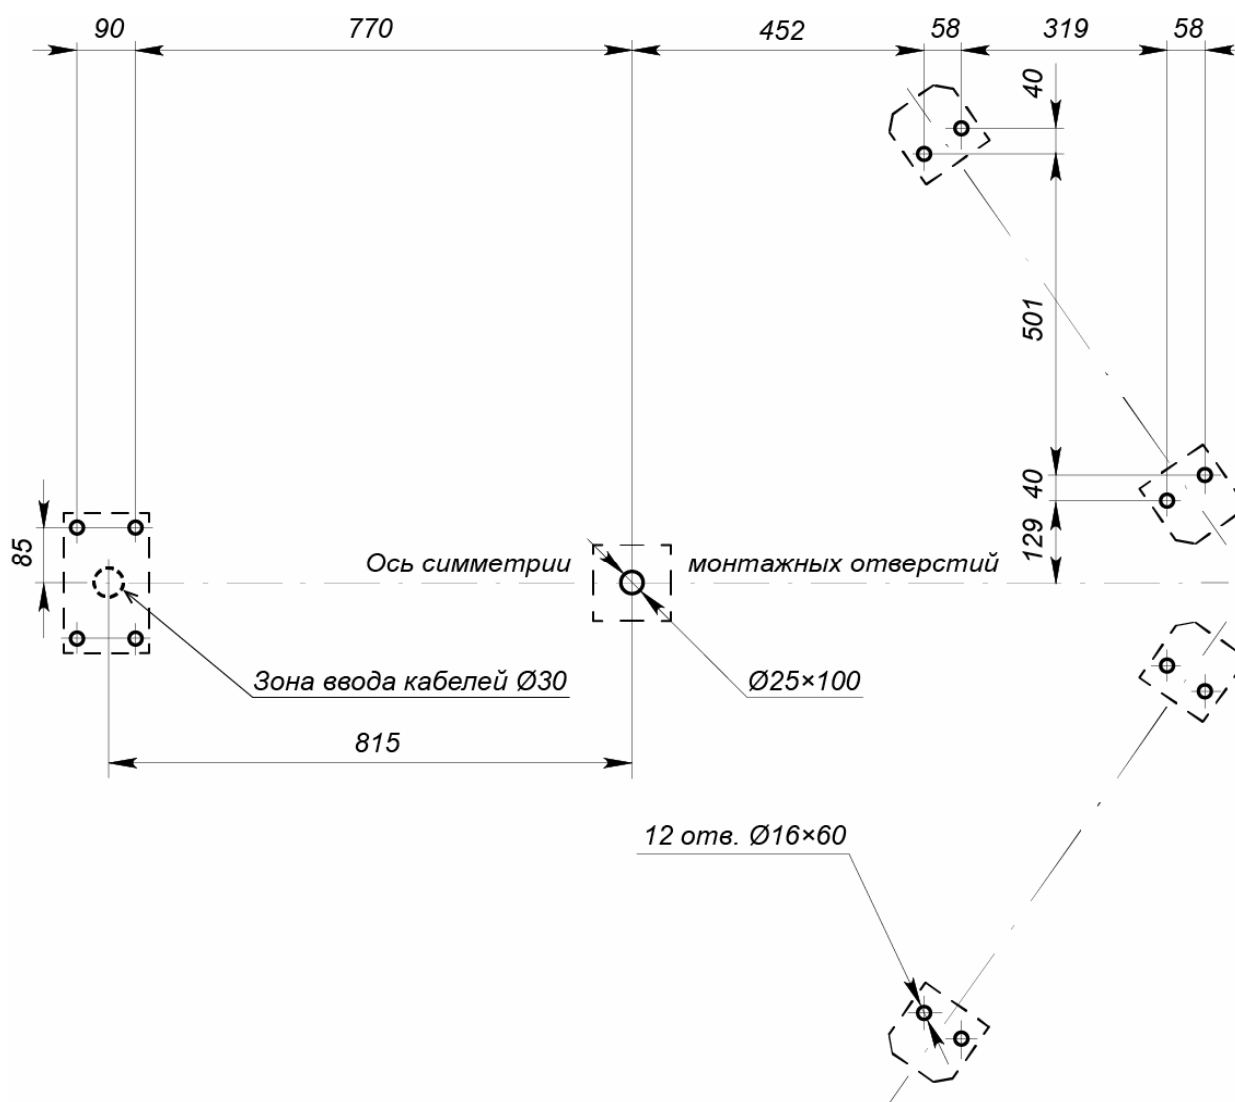
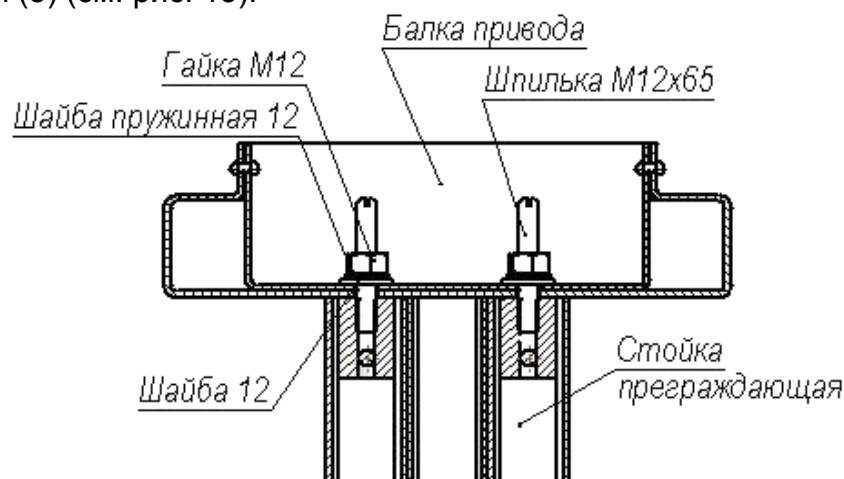
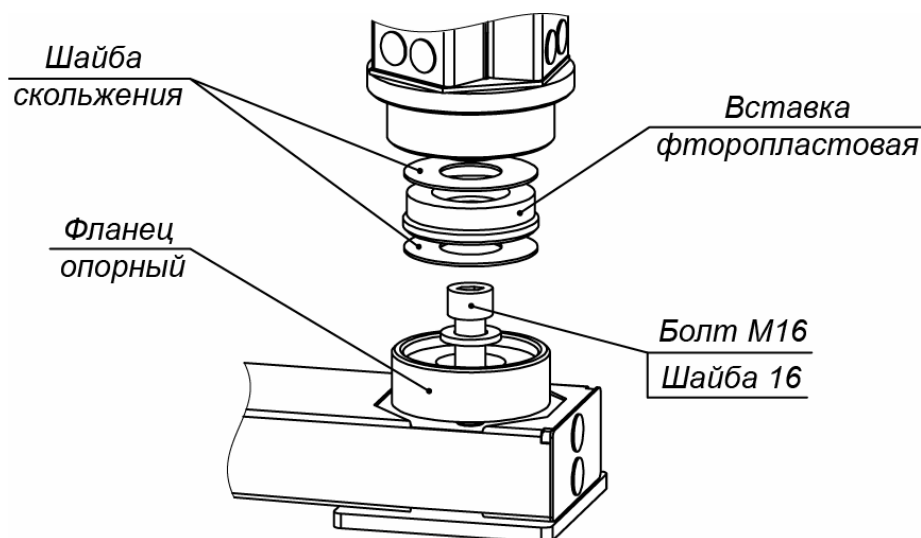

Рисунок 12. Схема разметки для установки турникета
Рисунок 13. Крепление балки привода к стойке с преграждающими планками
Рисунок 15. Нижний узел вращения ротора
1. Произведите монтаж ИП турникета и при необходимости ИП ЛПП на отведенных для них местах и подключите к ним соответственно кабели питания турникета¹ (13) и питания ЛПП¹ (16).
3. Выполните на установочной поверхности разметку отверстий для монтажа турникета. Используйте шаблон из комплекта поставки, но затем обязательно проверьте истинность расстояний в соответствии с рис. 12.
5. Произведите разделку отверстий и кабельных каналов. Проложите в кабельных каналах необходимые кабели питания (13, 16), устройства *Fire Alarm* (14), ПДУ (15) и дополнительного оборудования, концы кабелей выведите к зоне ввода кабелей в турникет (см. рис. 12).
- Установите секции (6) формователя прохода на установочную поверхность, ориентируя отверстия в опорных фланцах по расположению анкеров. При этом левая и правая секции должны быть правильно выставлены и сориентированы: блоки индикации (11) формователей должны быть развернуты от оси симметрии (см. рис. 12).
9. Распакуйте и установите стойку с преграждающими планками (5) (ящик №4, работайте вдвоем!):
- Вверните две шпильки M12×65 в верхнюю часть стойки с преграждающими планками (5) (см. рис. 13).
- Положите стойку с преграждающими планками на установочную поверхность таким образом, чтобы фланец находился рядом с зоной А (рис. 12). Затем, используя монтажную проволоку, протяните кабели питания турникета (13), питания подсветки прохода (16) и кабели управления через нижнее отверстие в стойке с преграждающими планками со стороны фланца вверх по стойке до выхода из ее верхнего отверстия. Отрегулируйте длину концов кабелей на выходе из верхнего отверстия, которая должна составлять не менее 1 м.
- Установите стойку с преграждающими планками на отверстия с анкерами в установочной поверхности вдоль оси симметрии, при этом фланец должен встать на зону ввода кабелей, а место нижнего узла вращения (3) – на отверстие с анкером М16 (см. рис. 12). Вставьте на место опорный фланец нижнего узла вращения (см. рис. 15).
- Закрепите стойку с преграждающими планками с помощью четырех анкерных болтов М10 и одного М16 (см. рис. 15), при этом усилие затяжки болтов должно быть предварительным, обеспечивающим возможность регулировки ее отклонения от вертикали.
10. Из ящика №5 распакуйте и установите лист (7) сверху на формирователь прохода (работайте вдвоем!):
- Сориентируйте лист (7) так, чтобы две шпильки, установленные в секциях, прошли через него, а две грани листа, вдоль каждой из которых расположен ряд из четырех отверстий, имеющих с нижней стороны листа выборку большего диаметра, находились бы над секциями.
- Аккуратно удерживая лист на весу, протяните кабели от блоков индикации (12) от левой и правой секции формирователя прохода через соответствующие отверстия в листе. Окончательно установите лист на место, будьте внимательны, не повредите кабели! Обратите внимание на то, чтобы установленные на секциях резьбовые втулки вошли в отверстия в листе, обеспечивая плотное прилегание листа к поверхностям секций.
- Наденьте на две шпильки, расположенные на стойке с преграждающими планками, шайбы 12, затем шайбы пружинные 12 и две гайки М12 (см. рис. 13).
12. Соберите ротор (1) (работайте вдвоем!):
- Соберите нижний узел вращения (3) ротора в стойке с преграждающими планками (5) (см. рис. 15). Две шайбы скольжения и находящаяся между ними фторопластовая вставка должны лежать в узле без перекосов, опираясь на всю опорную поверхность, симметрично относительно оси ротора (верхняя шайба скольжения приклеена к валу ротора). При этом гладкие поверхности шайб скольжения должны быть ориентированы на вставку. Допускается применение на поверхностях скольжения смазки типа ШРУС-4.